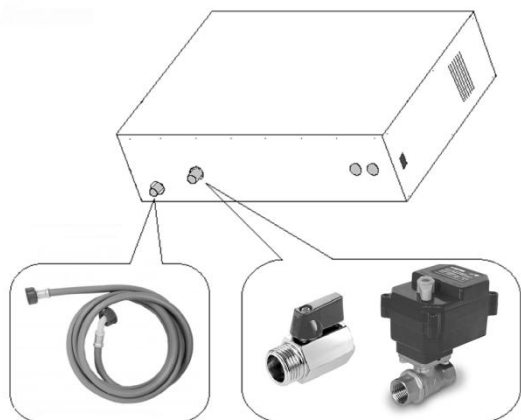

Рисунок 4.
- Для слива воды в канализацию, установите запорный кран, идущий в комплекте, на патрубок снизу парогенератора (см. рисунок 4) или Автоматический дренажный клапан (опционально).